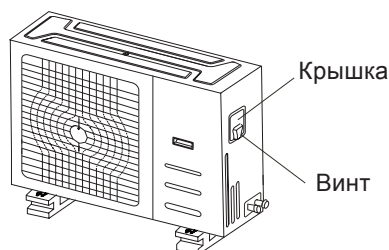

Рис. 8.1
- Снимите крышку распределительной коробки наружного блока. Если на вашей модели нет такой крышки, отверните винты на сервисной панели и снимите с нее кожух. (см. рис. 8.1)